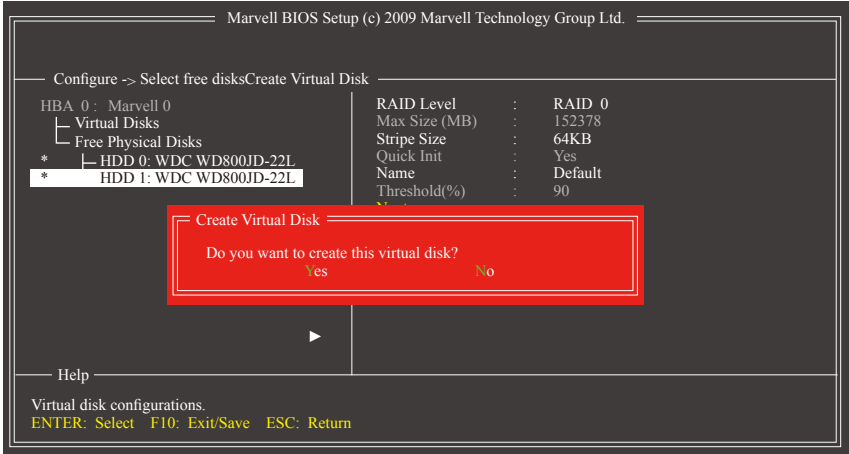

图5
- 4. Next：完成以上设定请至「Next」项目，按<Enter>能，确认建立磁盘阵列。当确认信息出现时，确定制作磁盘阵列请按<Y>，取消请按<N> (图5)。